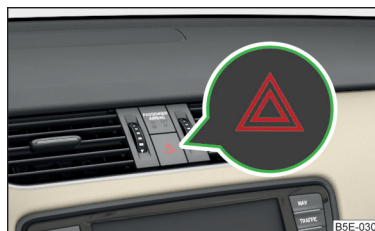

Fig. 71
- Pour **activer/désactiver**, appuyez sur le bouton **▲** » fig. 71.